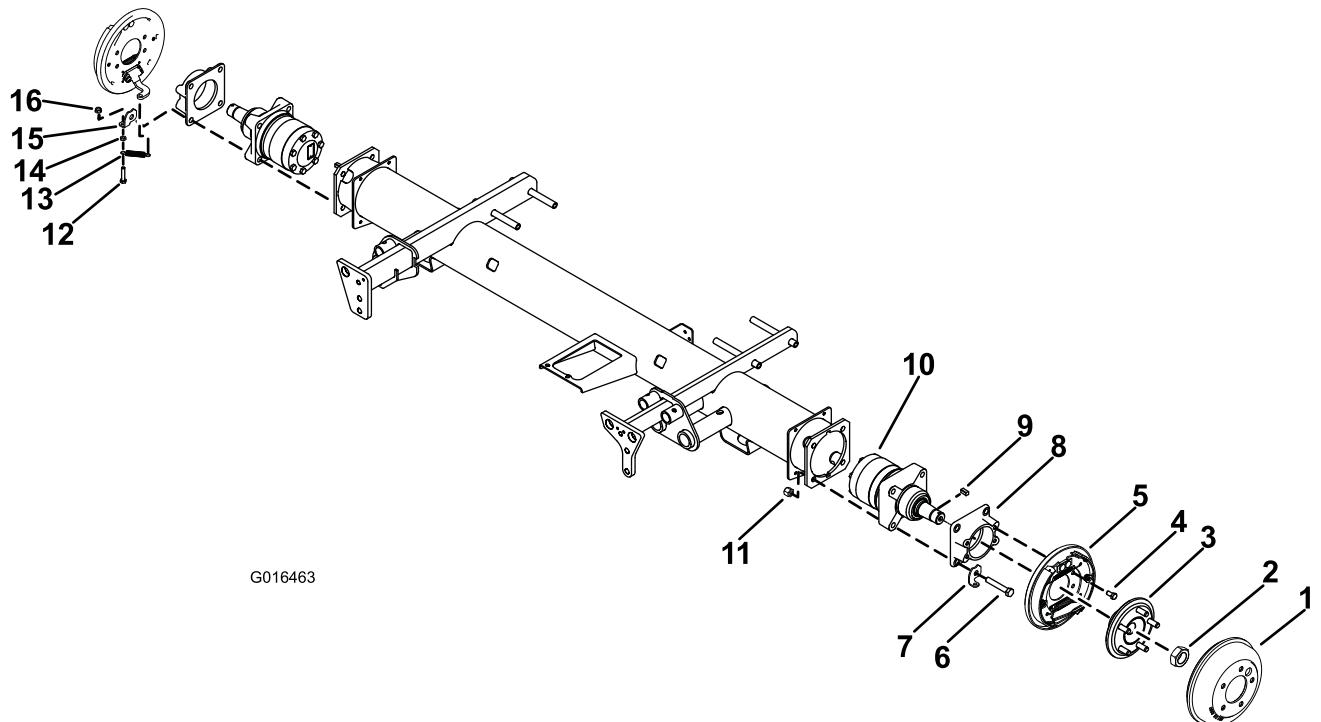

图1
3. 旋松将轮毂固定至车轮马达的锁紧螺母，但不要完全拆下（图1）。至少将锁紧螺母旋松两圈。
5. 从马达轴上卸下锁紧螺母和轮毂（图1）。
6. 卸下将制动器总成固定到制动适配器上的 4 个螺丝，然后取下制动总成（图1）。
12. 卸下将制动适配器、车轮马达和弹簧夹固定到机架上的 4 个锁紧螺母（图1）。
- 注意：** 上紧螺丝扭矩至 $91\sim113N \cdot m$ 。确保弹簧夹的位置如 图1 中所示。